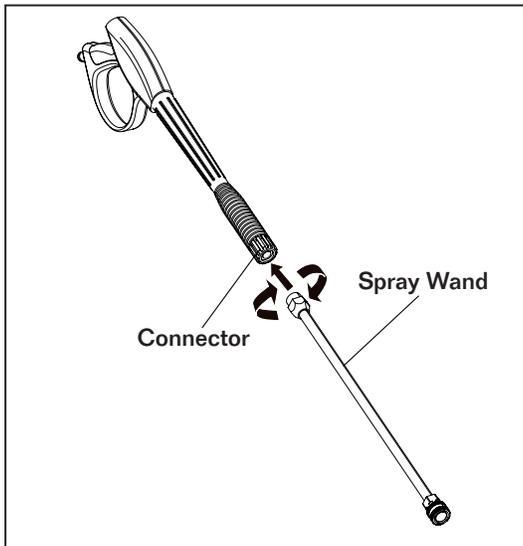

Fig. 4
**ATTACHING THE SPRAY GUN (SEE FIG 4 & 5)**